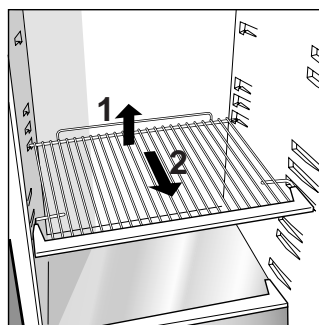

Fig. 1
- O compartimento frigorífico está dotado de grelhas amovíveis e reguláveis em altura, graças ao e inclinabili seu sistema de guias (Fig. 1). Assim é possível arrumar no sea interior reservatórios grandes e garrafas de grandes dimensões assim como alimentos de grande volume.